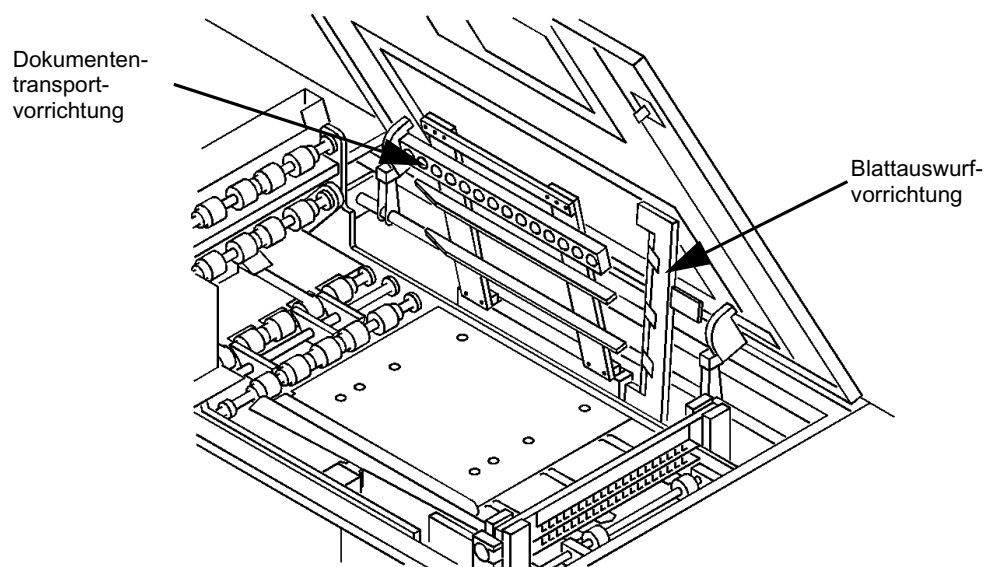

Abbildung 2-7: Einrichten der Randführung
- 3 Klappen Sie die Dokumententransportvorrichtung hoch, wie in Abbildung 2-7 gezeigt.
- 4 Klappen Sie die Blattauswurfvorrichtung hoch, wie in Abbildung 2-7 gezeigt.